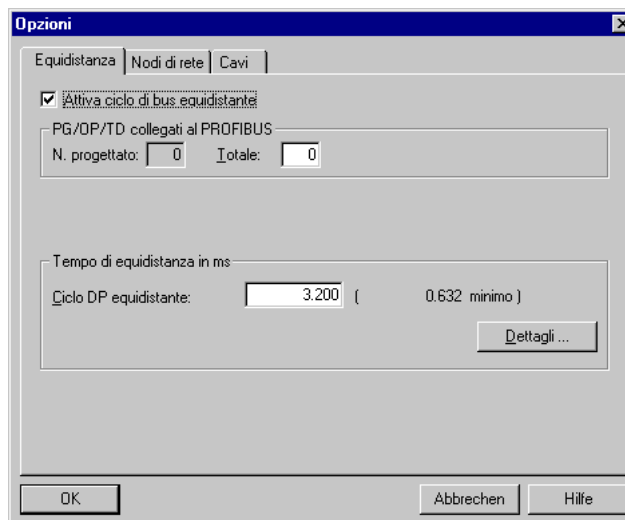

Fig. 9-52 Attivazione dell'equidistanza sulla CPU
- ◆ Nella finestra equidistanza attivare "Profibus equidistante" (cfr.: Fig. 9-52).